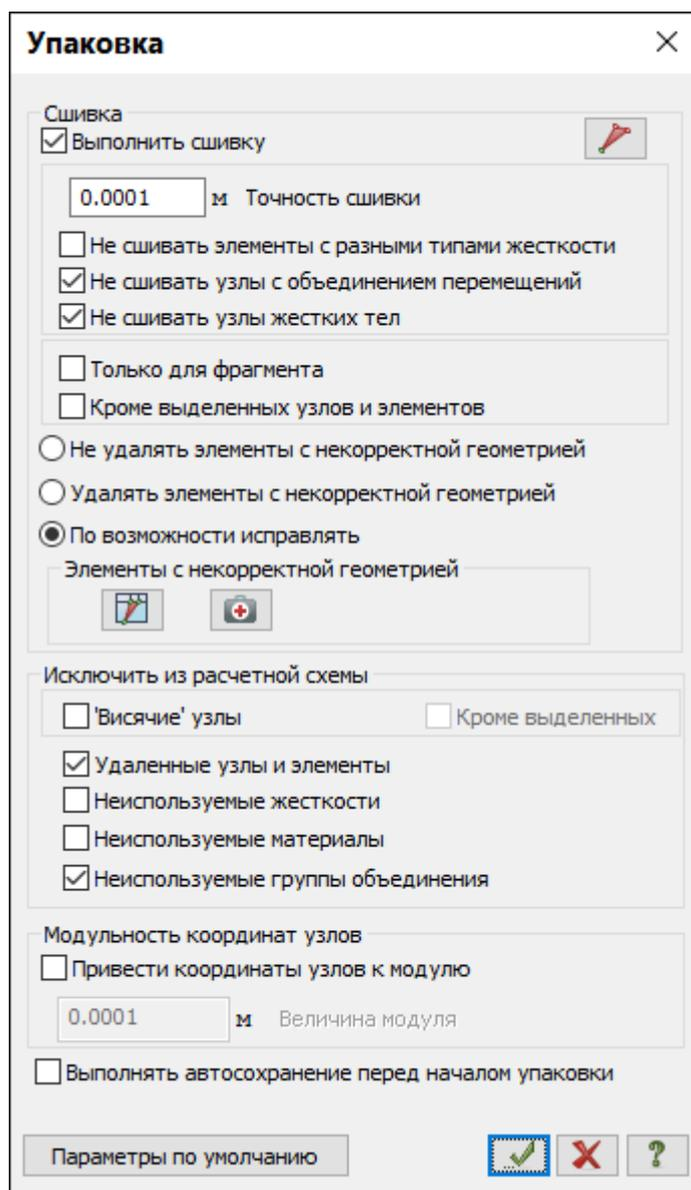

Рис.12.9. Диалоговое окно Упаковка
- Щелчком по кнопке  – **Упаковка схемы** (панель **Редактирование** на вкладке **Создание и редактирование**) вызовите диалоговое окно **Упаковка** (рис.12.9).